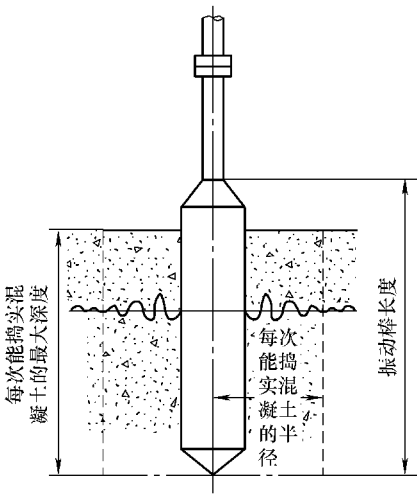

图 14-1 振动器振动范围
- 3) 内部振动器振动波由棒的半径方向传递出去，每次能捣实一定半径的圆柱体，如图 14-1 所示。